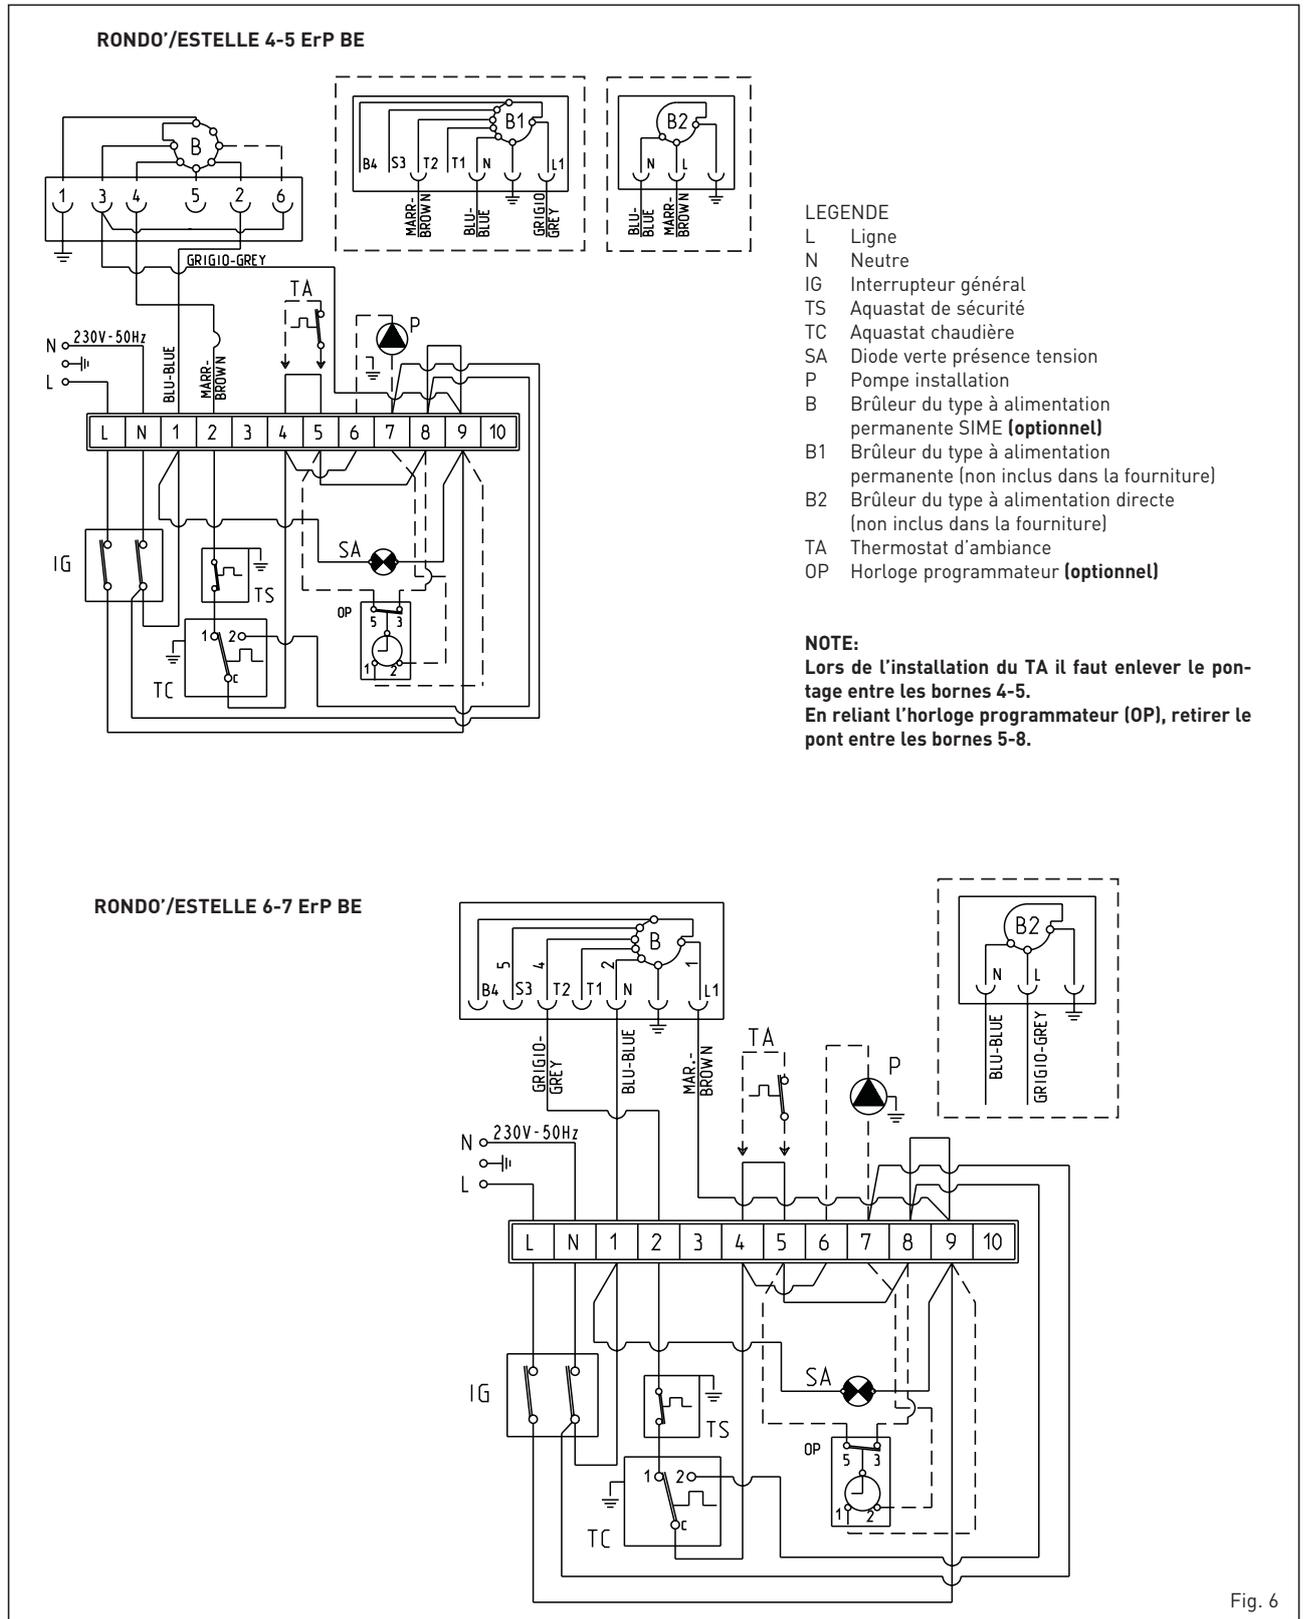

Fig. 6
2.6 BRANCHEMENT ELECTRIQUE (fig. 6)
L'interrupteur unipolaire doit permettre la déconnexion complète dans les conditions de la catégorie de surtension III. Le thermostat d'ambiance, nécessaire pour obtenir une meilleure régulation de la température, devra être relié comme indiqué sur les schémas (fig. 6).